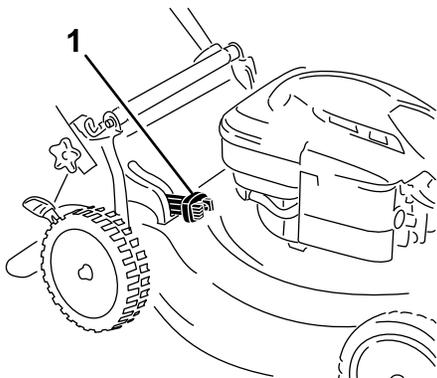

Figure 17
- **Pour ramasser les déchets d'herbe et de feuilles**, appuyez sur le bouton du levier de ramassage sur demande et déplacez le levier complètement en avant jusqu'à ce que le bouton ressorte (**Figure 17**).